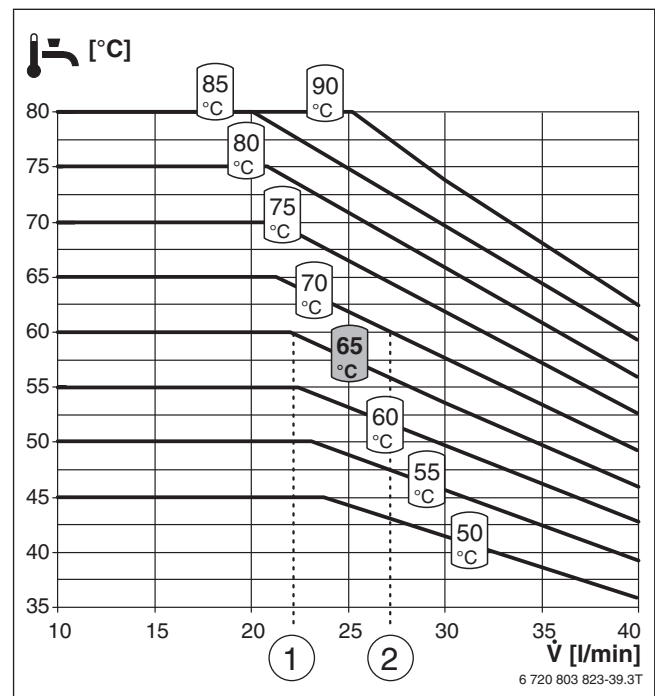

Bild 180 Temperaturverhalten Frischwasserstation TF27-2
**Beispiel 1** (→ Bild 180 [1]): Um eine Warmwassertemperatur von 60 °C zu erreichen, ist bei einer Entnahme von 22 l/min eine Temperatur von 65 °C im Bereitschaftsteil ausreichend.
**Beispiel 2** Ein (→ Bild 180 [2]): Um eine Warmwassertemperatur von 60 °C zu erreichen, ist bei einer Entnahme von 27 l/min eine Temperatur von 70 °C im Bereitschaftsteil ausreichend.